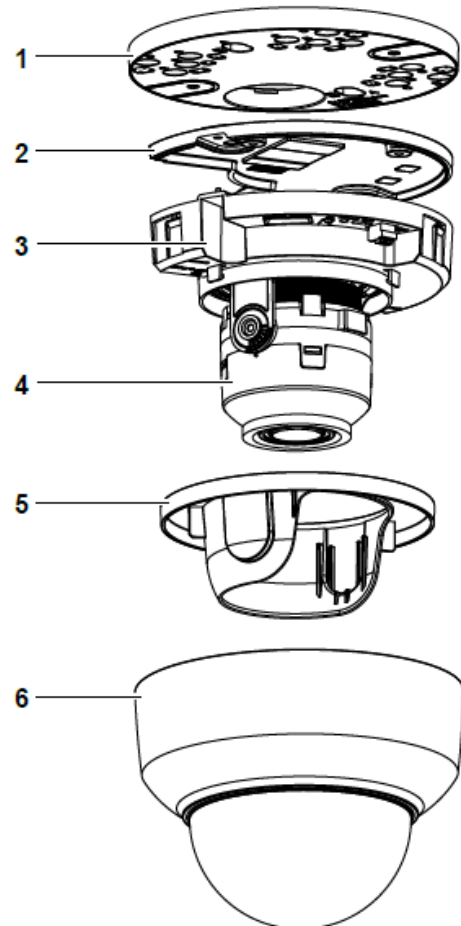
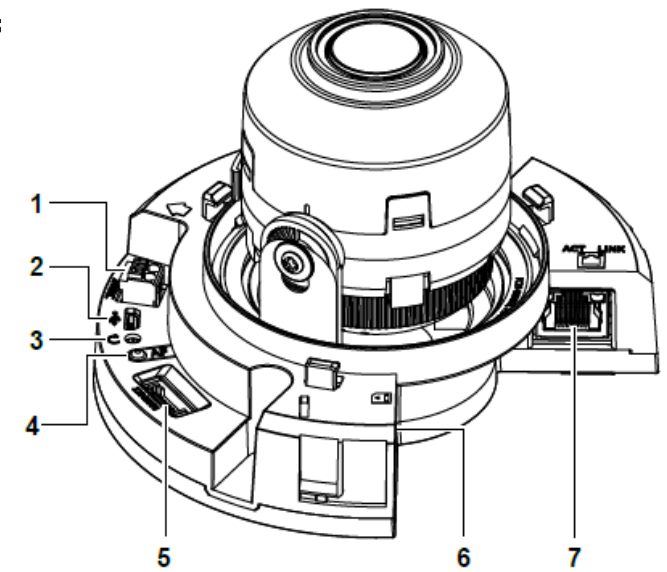

图 1
图 2
### 摄像头部件：图 1
5. 轻轻上拉并取下摄像头镜头护盖 (5) (图 1) 以轻松接触电缆连接和按钮。
7. 在将安装板 (1) (图 1) 固定至摄像头基座 (2) (图 2) 之前，必须将电缆穿过摄像头安装板上的电缆孔。
12. 将摄像头镜头护盖 (5) (图 1) 插入摄像头镜头。
13. 将摄像头圆顶 (6) (图 1) 上提至摄像头基座，旋转摄像头圆顶以将其牢固锁定对摄像头基座。
- 用一只手握住摄像头圆顶 (6) (图 1)，并旋转摄像头基座 (2) (图 1) 以将其解锁并从圆顶卸下。**注:** 摄像头圆顶包括一个“锁定”和“解锁”符号，用于协助完成以上步骤。
- 将摄像头圆顶 (6) (图 1) 上提至摄像头基座 (2) (图 1)，旋转摄像头圆顶以将其牢固锁定至摄像头基座。**注:** 摄像头圆顶包括一个“锁定”和“解锁”符号，用于协助完成以上步骤。